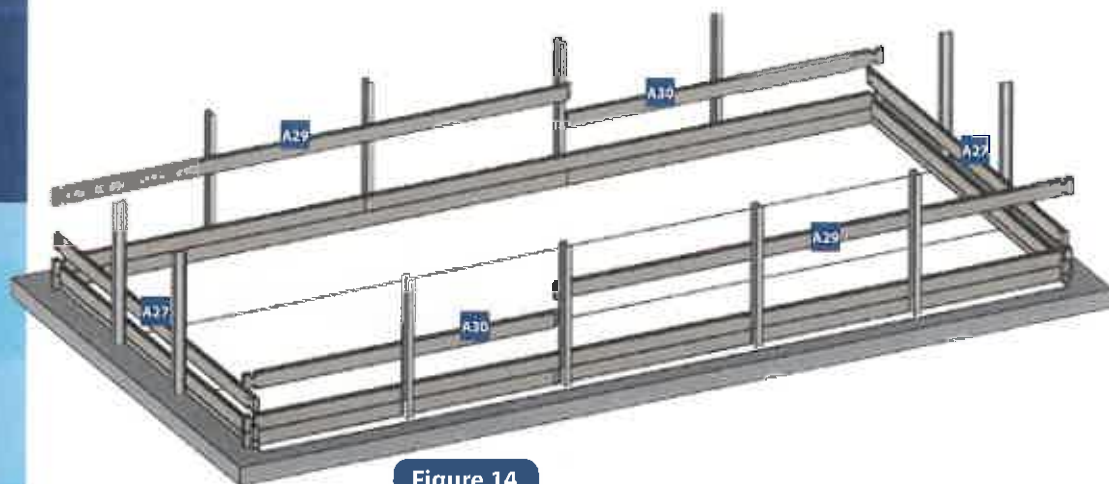

Figure 14
- Positionnez les madriers de la 3^{ème} rangée conformément à la figure 14.